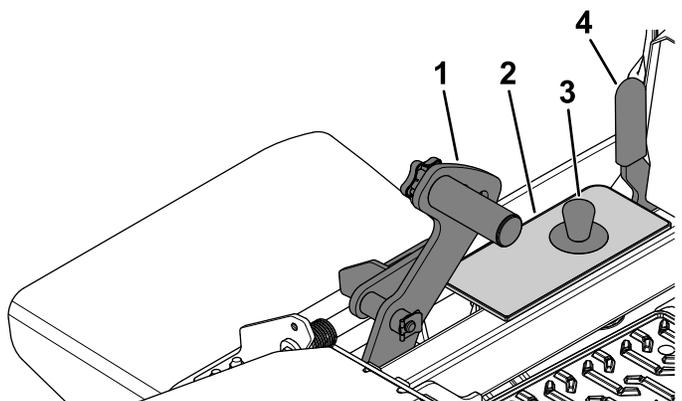

Рисунок 30
1. Нажмите педаль подъема деки до упора вперед, чтобы заблокировать деку газонокосилки в ТРАНСПОРТНОМ положении (также соответствующем положению высоты скашивания 140 мм), как показано на Рисунок 30.
2. Для регулировки положения извлеките штифт из кронштейна регулировки высоты скашивания (Рисунок 30).
3. Выберите отверстие в кронштейне высоты скашивания, соответствующее требуемой высоте скашивания, и вставьте штифт (Рисунок 30).